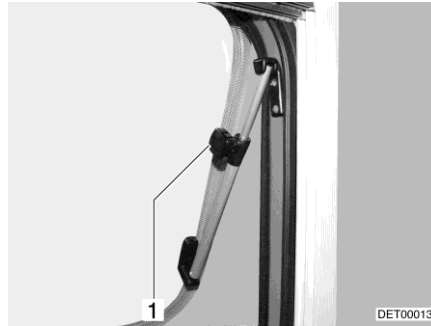

Fig. 95 Lanterneau avec bras pivotants, ouvert
- Ouvrir le lanterneau jusqu'à la position voulue et le bloquer avec la molette (Fig. 95,1).
- Tourner la molette (Fig. 95,1) jusqu'à ce que le dispositif de blocage soit libéré.